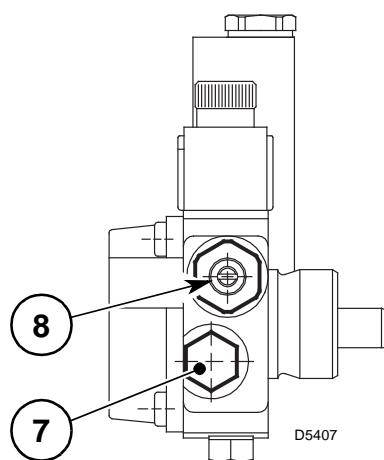

Fig. 16
El manómetro para controlar la presión se monta en lugar del tapón (7) (véase fig. 16).